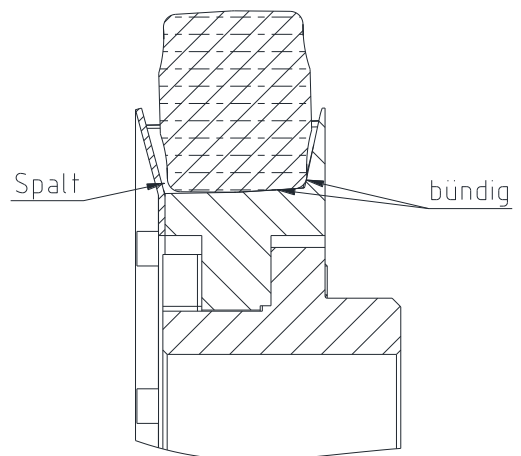

Bild 15
- Legen Sie die Elastomerrollen so in die Taschen des Innenteils, dass sie an der Gusswand des Innenteils und an der tiefsten Lage des Innenteils anliegen (siehe Bild 15).